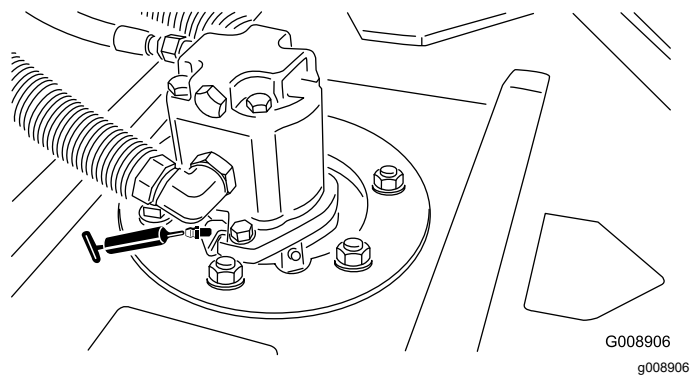

Figura 71
- Rolamentos do eixo da unidade de corte (2 por cada unidade de corte) – Figura 71